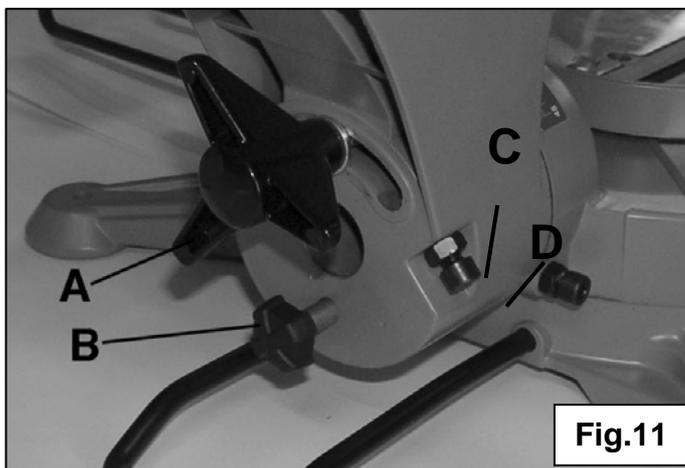

Fig.11
1. Per effettuare la regolazione dell'inclinazione, aprite l'impugnatura di regolazione dell'inclinazione **(A)** **Fig.11** situate nella parte posteriore della troncatrice.